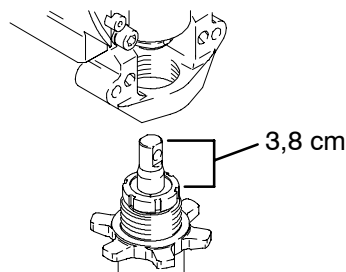

Abb. 18 7676B
1. Abb. 18. Kolbenstange 3,8 cm herausziehen. In Pumpe eindrehen, bis die Löcher im Lagerquergestänge und in der Kolbenstange aneinander ausgerichtet sind.